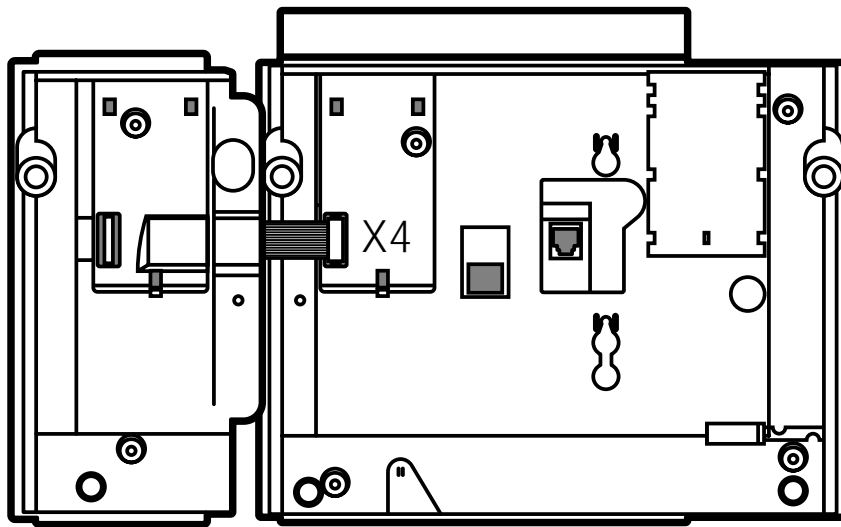

Fig. 4.51: Fijación del teclado DSS/BLF-ZTF al Office 40
1. Conectar el cable de conexión del DSS/BLF-ZTF al conector X4 a través de la apertura provista para este propósito (*Fig. 4.51*)